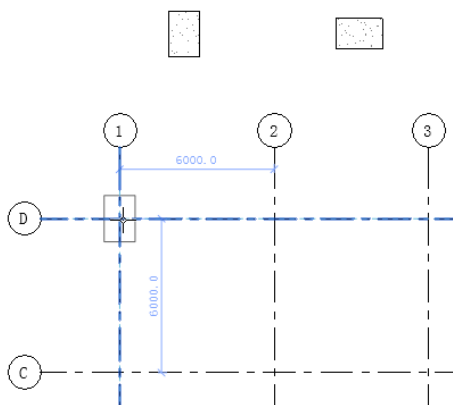
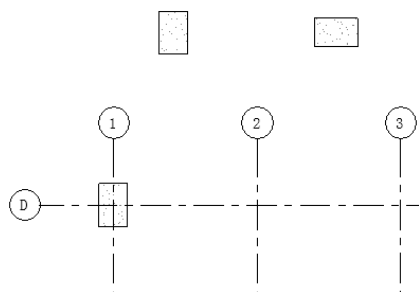

图 10-19 捕捉轴网交点
图 10-20 放置独立基础 (2)
- (5) 独立基础放置在轴网交点时，两组网格线将亮显，如图 10-19 所示。单击放置独立基础，如图 10-20 所示。